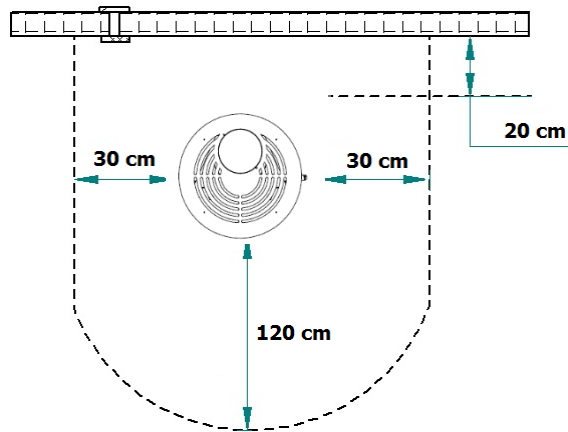

Figura 25 - Instalação da tubagem e chaminé
* Na vizinhança das paredes da salamandra não devem ser utilizados materiais combustíveis. Deve respeitar uma distância de segurança de 20 cm em relação às costas, 30 cm às laterais e 120 cm na frente Figura 25;